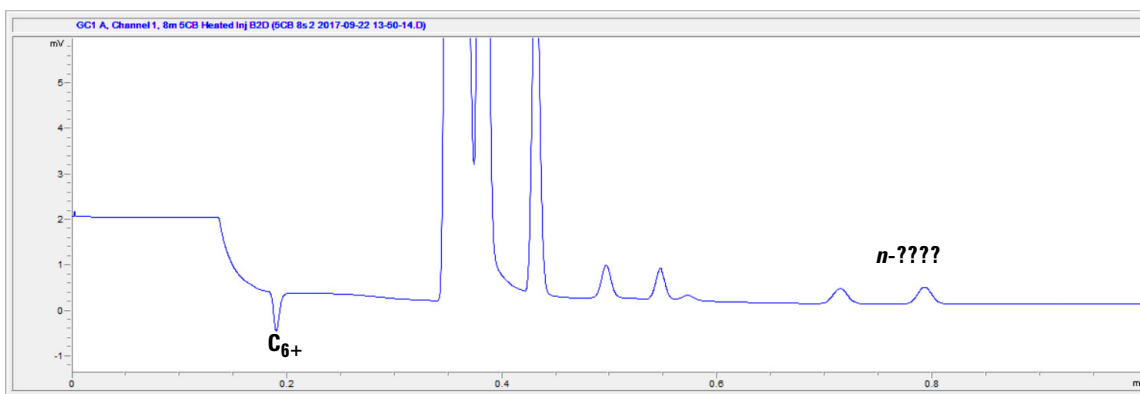

図 38 天然ガス分析用の 5CB カラム（8m）
- BF 時間を微調整して、2,2- ジメチルブタンのピークが観察されるデータポイント時間を特定します。BF 時間を 0.1 秒ずつ減らして、ピークが消えるまで（ピーク高さが $3\ \mu\text{V}$ を切るまで）分析を開始します。その値から 0.2 秒を引いた値を、このチャンネルの BF 時間として設定します。8m の 5CB BF2D チャンネルの一般的な「確定」時間範囲は、約 0.3 ～ 0.5 秒です（82 ページの図 38 を参照）。